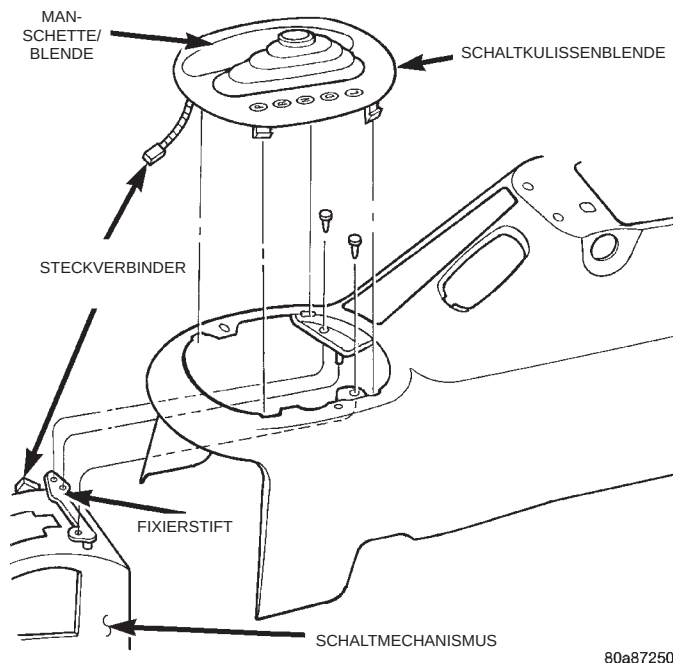

Abb. 55 Schaltkulissenblende
- (1) Konsole im Fahrzeug ansetzen.
- (2) Steckverbinder für die Zusatzverbraucher der Mittelkonsole an der Bodenwanne anschließen.
- (3) Sicherstellen, daß der hintere Feststellstift unten im Staufach in die Öffnung in der Karosseriehalterung, und der vordere Haltestift in den Schaltmechanismus eingreift (Abb. 55).
- (4) Schrauben neben der Mittelschaltung und im Konsolenstufach ansetzen und festziehen, mit denen die Mittelkonsole an den Halterungen in der Bodenwanne befestigt ist.
- (5) Steckverbinder der Schaltkulissenbeleuchtung an den Schaltmechanismus anschließen.
- (6) Beleuchtete Schaltkulissenblende einbauen.
- (7) Kunststoffkolben am Wählhebel befestigen.
- (8) Wählhebelknopf ansetzen und die Madenschraube vorn am Wählhebelknopf festziehen.